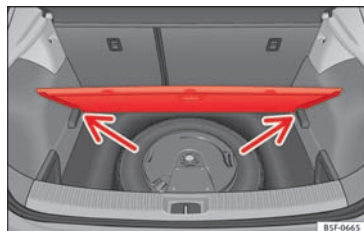

Fig. 178 Bagagerum: variabel bagagerumsbund
- Læg bagagerumsbunden på de dertil beregnede holdere » » **Fig. 178** (pile).